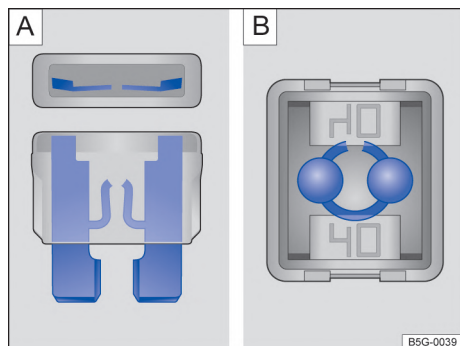

Fig. 174 Fusible quemado: A) fusible plano, B) fusible de bloqueo.
- Un fusible plano (ATO®, MINI®) quemado se reconoce desde arriba o desde el costado por la carcasa transparente en las bandas metálicas derretidas → fig. 174 A).
- Un fusible de encastre (JCASE®) quemado se reconoce por las bandas metálicas derretidas desde arriba de la carcasa transparente → fig. 174 B).